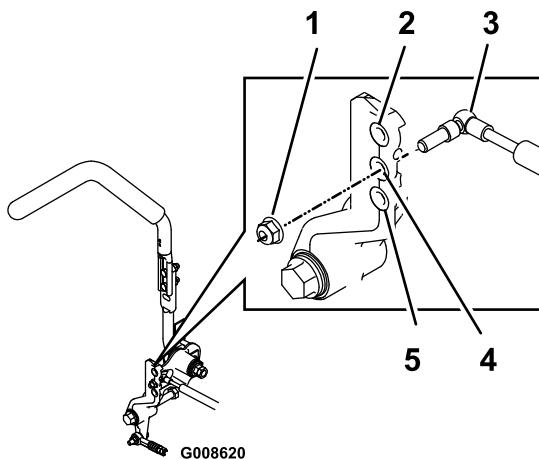

**Figure 86**
10. Réglez la longueur des tiges de pompes en tournant les doubles écrous dans le sens voulu jusqu'à ce que les roues tournent légèrement en marche arrière (Figure 86).